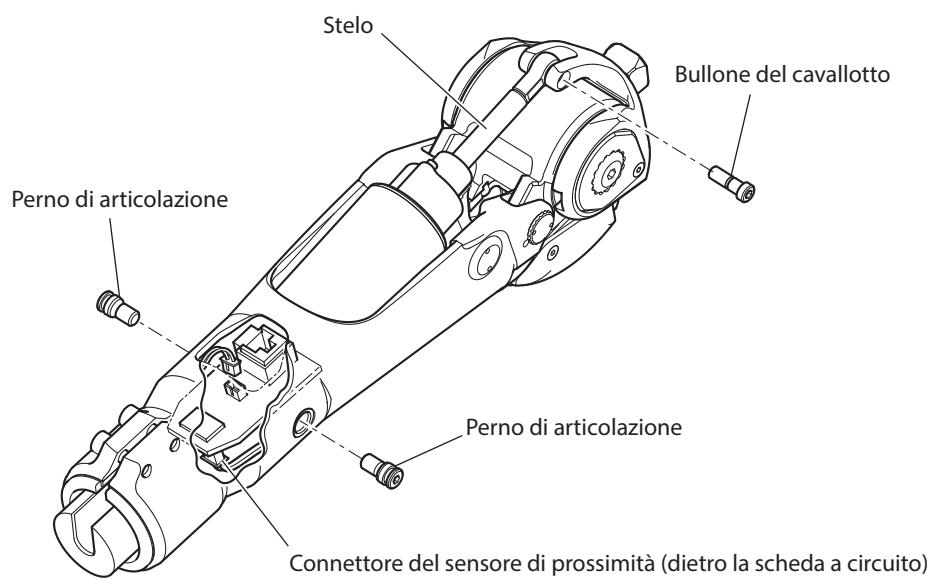

Figura 25 Rimozione e installazione del modulo del cilindro
- 2** Rimuovere il bullone del cavallotto e il perno di articolazione (Figura 25).
- 3** Attaccare il perno di articolazione e il bullone del cavallotto (Figura 25).